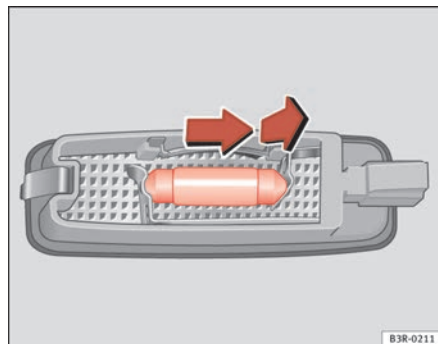

Fig. 236 Smontaggio della lampada dell'aletta parasole
- Rimuovere la lampada, movendola verso l'esterno nel senso della freccia ⇒ fig. 236. ■